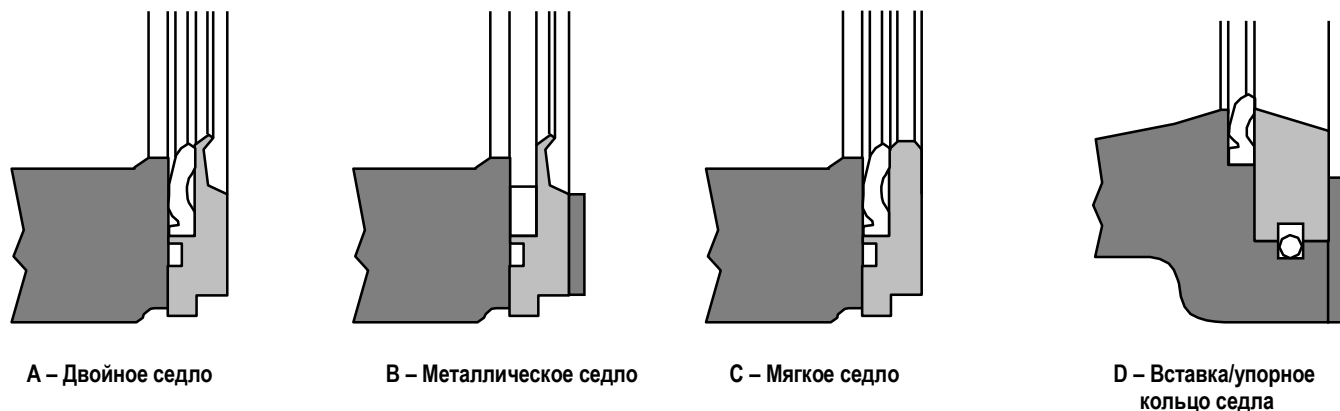

Рис. 1: Конфигурации фиксатора седла
ПРЕДУПРЕЖДЕНИЕ: При установке клапана в линии между фланцами убедитесь в том, что лицевая прокладка фланца охватывает оба фиксатора клапанного седла, корпус и поверхность. Несоблюдение этого условия приводит к повышенной течи внизу по потоку. См. "Конфигурация вставки/упорного кольца клапанного седла" на рис. 1.
Для разборки корпуса см. рис. 1, 2 и 5 и выполните следующие действия:
1. Для клапанов Valtek с винтами фиксатора седла снимите эти винты и зажимы фиксатора. Поднимите фиксатор седла над корпусом (см. рис. 1А, В, С).
Для повторной сборки корпуса см. рис. 1, 2 и 3 и выполните следующие действия: